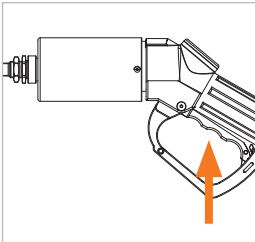

Abbildung 11
- ▶ Ziehen Sie den Betätigungshebel (Pos. 6) am Handgriff (Pos. 7) vollständig in die ON-Position hoch (Abbildung 11), bis dieser hörbar einrastet.